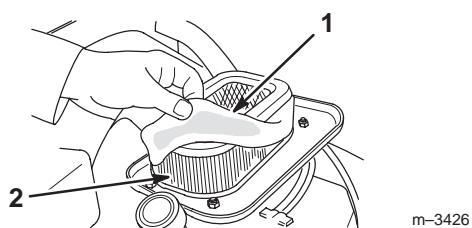

Figure 27
5. Déposez les éléments et dissociez l'élément en mousse de l'élément en papier (Fig. 27).
1. Glissez délicatement l'élément en mousse sur l'élément en papier (Fig. 27).